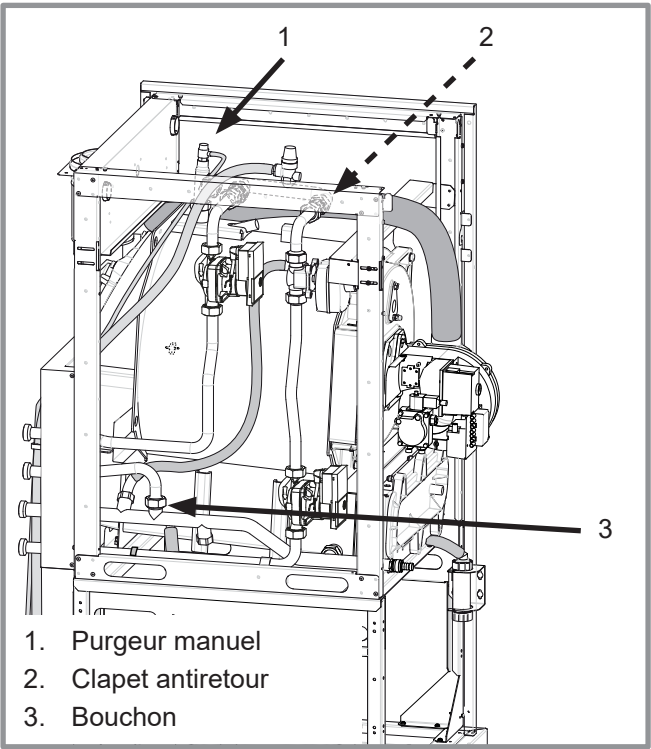
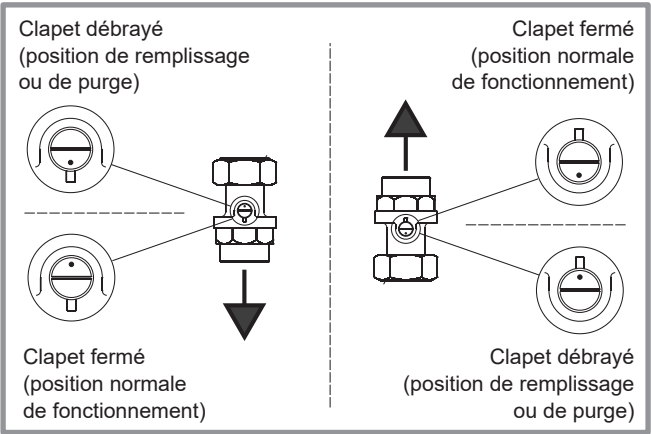

fig. 29 - Purgeur et clapets antiretour
fig. 30 - Clapet antiretour
- Débrayer le(s) clapet(s) antiretour (fig. 29 et fig. 30).
- Si nécessaire, dégazer au niveau du bouchon de la tuyauterie retour chauffage "circuit 1" (rep.3, fig. 29).
- Purger le corps de chauffe (rep. 1, fig. 29).